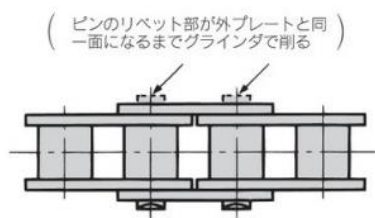

図 2
- 新品のローラチェーンを必要な長さに切り離す場合は、図2及び写真1のようにチェーンをチェーンバイス等で支持しローラチェーン及び部品が自由に動かない様にし、本体ピンがリベット形の場合は、グラインダでピン頭部を削り落としてください。